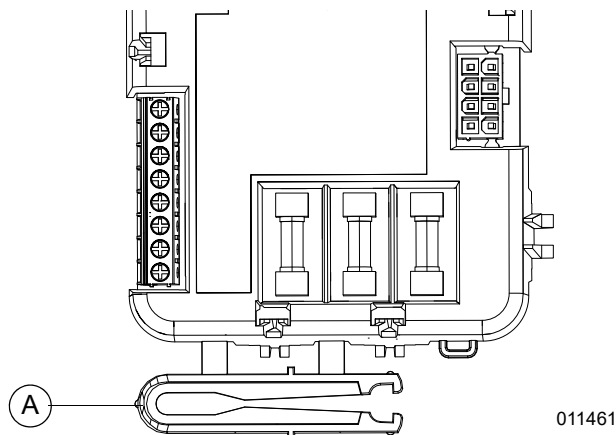

Figura 4-2. Herramienta de retiro e instalación del fusible
Consulte la Figura 4-2. Se incluye una herramienta de retiro e instalación del fusible (A) en la carcasa del controlador.